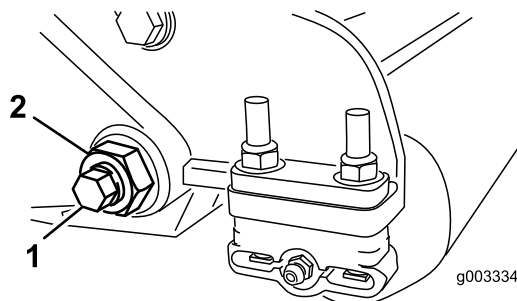
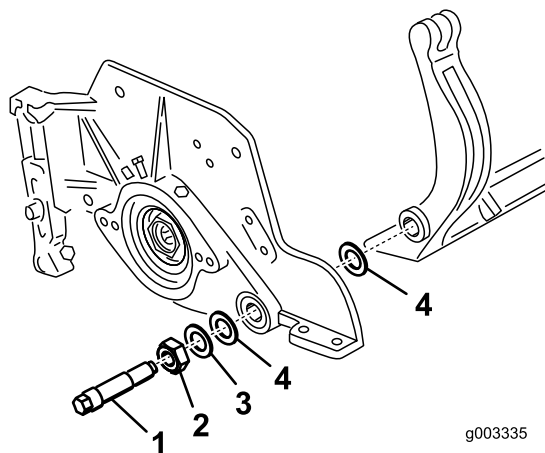

Figure 35
Figure 36
3. De chaque côté de la machine, desserrez le contre-écrou de fixation du boulon de la barre d'appui (Figure 35).
4. Retirez les boulons de la barre d'appui de façon à pouvoir abaisser la barre et la déposer de la machine (Figure 35). Mettez de côté les 2 rondelles en nylon et la rondelle en acier estampée situées de chaque côté de la barre d'appui (Figure 36).
Remarque: Une rondelle en nylon doit être placée de chaque côté du bossage de la plaque latérale. Placez une rondelle en acier à l'extérieur de chaque rondelle en nylon (Figure 36).